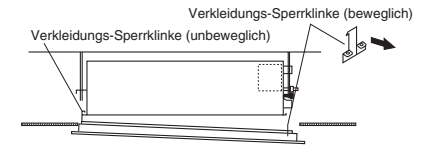

Abb. 7-22
- (1) Die Deckenverkleidung heben und die Sperrklinken der Verkleidung mit den entsprechenden Vertiefungen an der Inneneinheit zur Deckung bringen.
(2) Zur Befestigung zunächst die unbewegliche Sperrklinke einhängen und dann an der gegenüberliegenden Seite nach oben drücken, um die bewegliche Sperrklinke eingreifen zu lassen, wie in Abb. 7-22 gezeigt.
Eine Seite der Verkleidung durch Drücken der Sperrklinke in Pfeilrichtung lösen. (Siehe Vorsicht.) Die Deckenverkleidung durch Aushängen der unbeweglichen Sperrklinke ganz lösen und abnehmen. (Abb. 7-22)